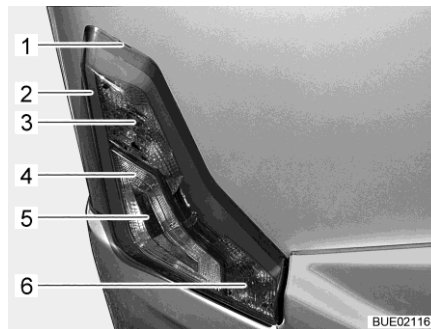

Fig. 202 Luci posteriori
- Infilare l'utensile piatto nell'intaglio (Fig. 202,1) e facendo leva sollevare con cautela l'involucro.